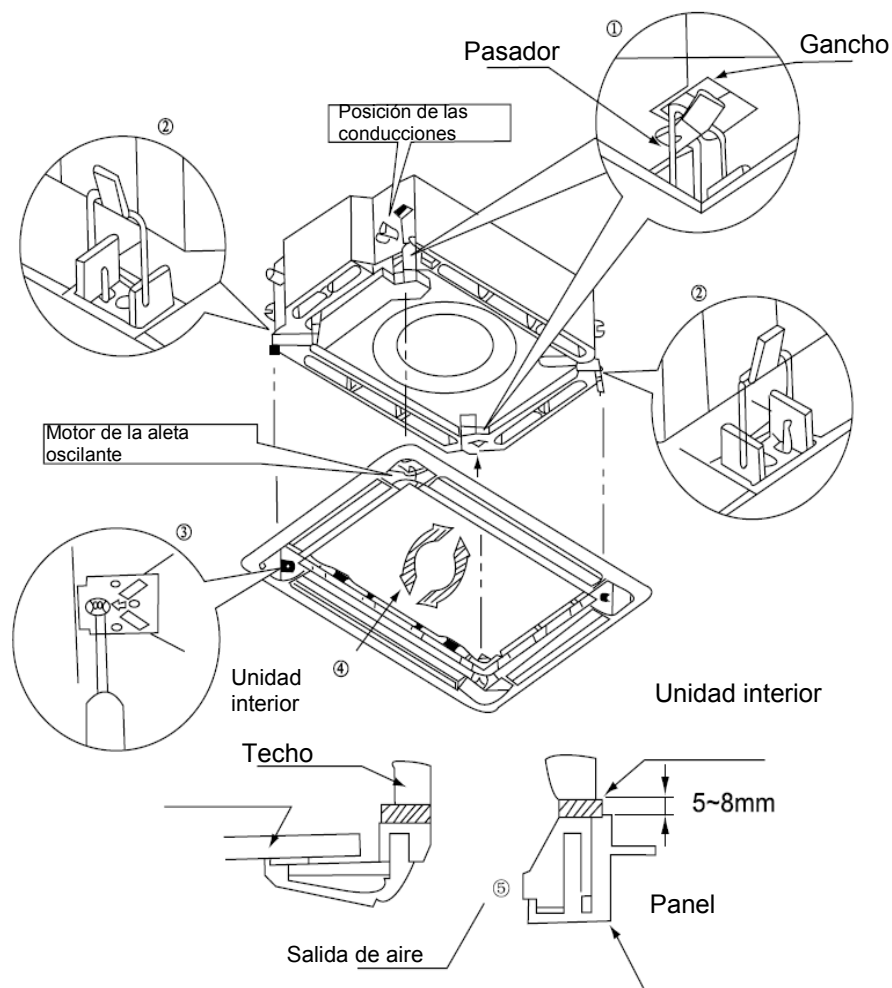

Fig.35
- (1) Coloque el panel en la unidad, y trabe los ganchos de al lado y enfrente del motor de la aleta oscilante.
- (2) Trabe los otros dos ganchos.
- (3) Apriete cuatro tornillos hexagonales debajo de los pestillos de unos 15 mm.
- (4) Ajuste el panel a lo largo de la dirección indicada por la flecha como se muestra en la Fig. 35.
- (5) Apriete los tornillos hasta que el grosor del material de sellado entre el panel y la unidad interior se reduzca a 5-8mm.